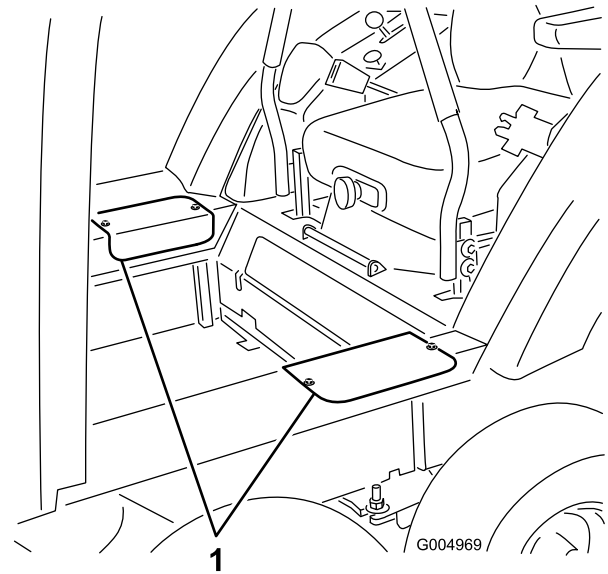

Figura 133
2. Retire los dos tornillos que sujetan cada tapa de acceso lateral, y retire las tapas (Figura 133).